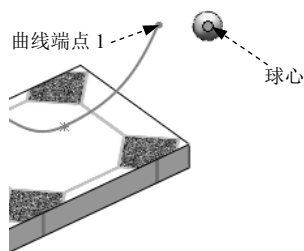

图 11.2.14 “距离”配合
(3) 添加“距离”配合。单击“配合”对话框中的  按钮, 在设计树中选取“ball”零件的原点和如图 11.2.14 所示的曲线端点 1, 输入距离值 1.0, 单击“配合”对话框中的  按钮。